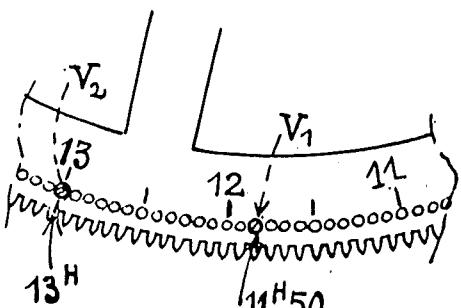

FIG. 20. — Mise en place des chevilles.
**III. — Pose des goupilles de déclenchement de sonnerie.** — Visser les chevilles dans les trous correspondant aux heures auxquelles les contacts doivent se produire. Par exemple visser les chevilles  $V_1$  et  $V_2$ , comme l'indique la figure 20 ci-dessus, si l'on veut que la sonnerie soit actionnée à 11 h. 30 et à 13 heures.